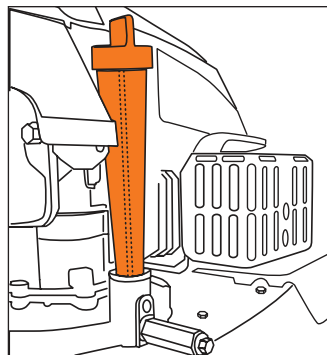

Рис. 10
- Отверните крышку маслосливной горловины (Рис. 10) из картера двигателя, достаньте щуп.